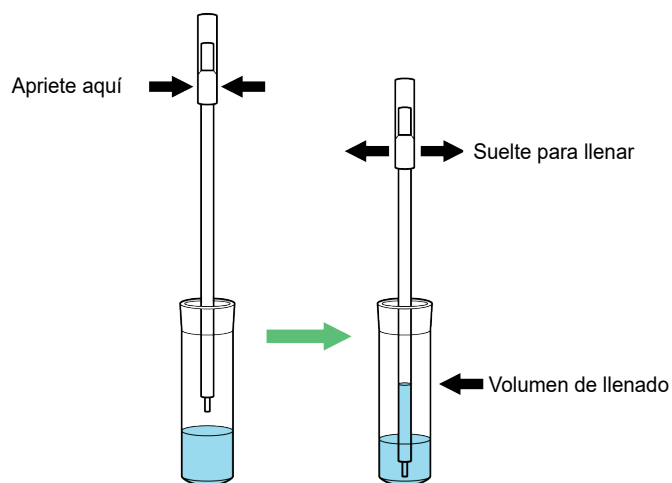

Figura 1. Pipeta de transferencia
1. Apriete el bulbo de la pipeta de transferencia **completamente** y coloque la punta de la pipeta en el tubo de medio de transporte ESwab que contiene la muestra del paciente (consulte Figura 1).
4. Apriete por completo el bulbo de la pipeta de transferencia y ponga la punta de la pipeta en el tubo de medio de transporte que contenga la muestra de paciente (Figura 1).